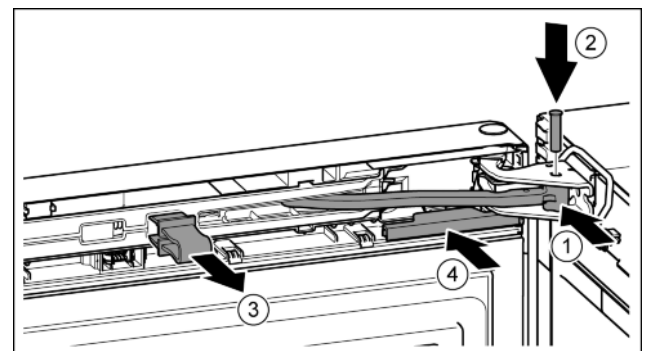

Fig. 23
- ▶ Gelenk in Lagerbock drehen. Fig. 23 (1)
- ▶ Bolzen in Lagerbock und Gelenk einsetzen. Dabei darauf achten, dass der Rastnocken korrekt in der Nut sitzt. *Fig. 23 (2)*
- ▶ Sicherung abnehmen. *Fig. 23 (3)*
- ▶ Abdeckung aufschieben. *Fig. 23 (4)*